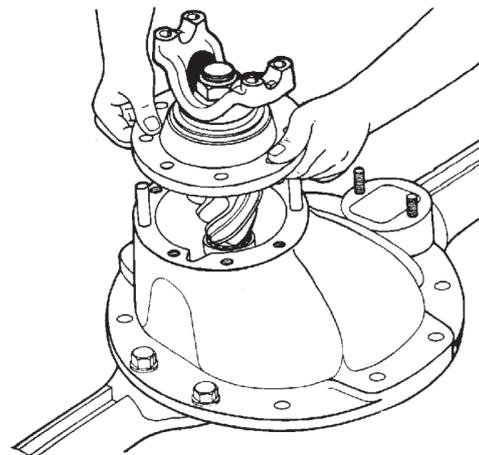

Figura 60
- B. Instale a caixa do pinhão (Figura 60);